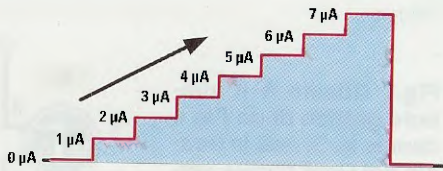
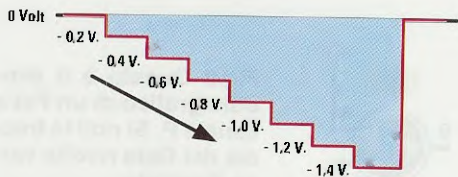
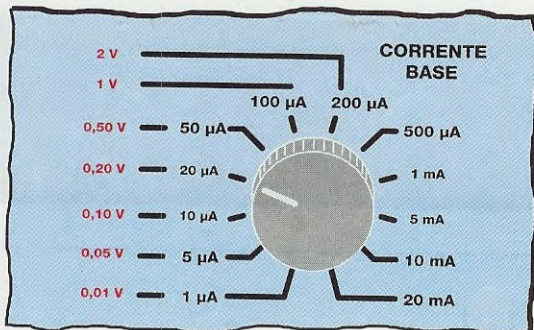

Fig.5 Per testare i Transistor, il tracciacurve applica sulla loro Base una rampa di CORRENTE di polarità POSITIVA composta da 8 gradini, contando anche lo 0.
Fig.6 Per testare i FET, il tracciacurve applica sul Gate una rampa di TENSIONE di polarità NEGATIVA composta da 8 gradini, contando ovviamente lo 0.
Fig.7 Quando si testano i Fet, la manopola della Corrente di Base fornisce in uscita le Tensioni indicate nella Tabella N.1.
**Fig.7** Ecco come appare la tastiera della Calcolatrice Scientifica che vi servirà per convertire i numeri da Decimali a Binari o a Esadecimali e viceversa. Per cancellare un risultato o per inserirne uno nuovo basta cliccare con il mouse sul tasto "C" che nel disegno appare colorato in giallo.
In questo caso, acceso il computer, cliccate sul tasto **Start** o **Avvio** in basso a sinistra dello schermo e subito vi apparirà una **prima finestra** (vedi fig.5). Andate alla riga con la scritta **Programmi**: apparirà una **seconda finestra** nella quale dovrete portare il cursore sulla scritta **Accessori** e, così facendo, a destra vi apparirà una **terza finestra** e in questa dovrete cliccare sulla scritta **Calcolatrice**. Se sul video vi apparirà una **calcolatrice Standard** (vedi fig.6), cliccate sulla scritta **Visualizza** e, quando vi apparirà la piccola finestra (vedi fig.6), cliccate sulla scritta **Scientifica** e subito vedrete la **calcolatrice** di fig.7.
Quindi se per controllare con un tracciacurve un qualsiasi transistor si doveva applicare sulla sua Base una rampa con una corrente positiva crescente (vedi fig.5), nel caso dei Fet occorre invece applicare sul Gate una rampa con una tensione negativa decrescente (vedi fig.6).
Utilizziamo lo stesso commutatore S1 della Corrente di Base anche per ottenere la Tensione da applicare sul Gate del Fet e nella Tabella N.1 riportiamo la conversione da microamper a volt (vedi anche fig.7).
Fig.15 Tenendo la manopola della Corrente di Base sulla posizione 20  $\mu$ A che corrisponde ad un tensione di Gate di 0,2 volt (vedi fig.7) e la manopola CH2 dell'oscilloscopio sulla posizione 0,2 Volts/div., sullo schermo potrebbero apparire delle tracce molto ravvicinate. Per distanziarle basta ruotare la manopola CH2 su una portata inferiore (vedi figg.16-17).